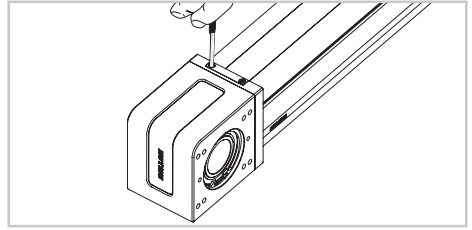

Abb. 4
- 3) Lösen das Abdeckband am Antriebskopf, indem Sie die Verriegelungsplatte entfernen (Abb. 4).